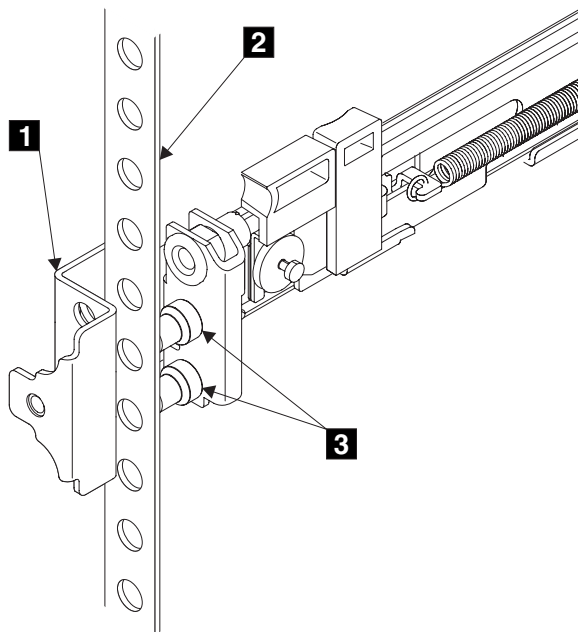

図 123. レールのフロントエンドの取り付け
6. 左レールの前面の端をラック・キャビネットにはめる。前面ブラケットの上端 **1** (530 ページの図 123) が、ラック上の必要な EIA マーキングに合うように調整します。